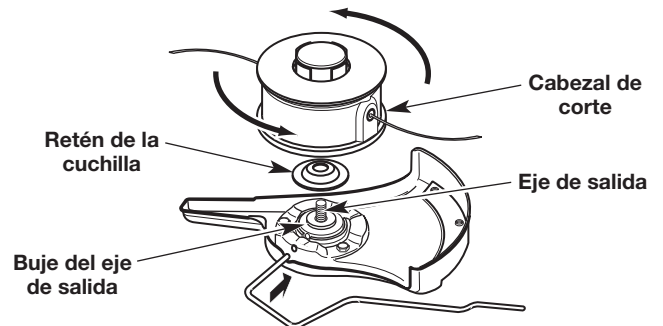

Fig. 13
4. Mientras sostiene la varilla de seguridad en su lugar, coloque la retención de cuchilla sobre el eje de salida con la superficie plana contra el casquillo del eje de salida (Fig. 13).
5. Atornille el cabezal de corte en sentido contrario a las agujas del reloj sobre el eje de salida (Fig. 13). Apriete el cabezal de corte firmemente.